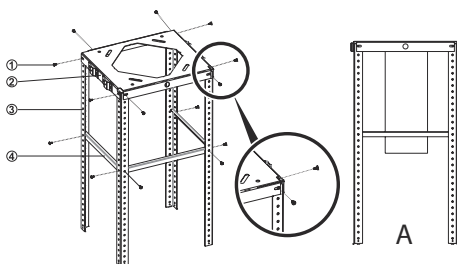

Fig. 11
1. ➤ Montera nu stängerna (3) på luftlans (2) genom att skruva fast dem 8 stk 3,5 x 9,5 skruvar (1). Notera hacket i stängerna ska passa luftlans(Fig. 11).
2. ➤ Stabiliseringsbeslaget ska monteras mellan stängerna (4) med 6 stk 3,5 x 9,5 skruvar (1)(Fig. 11).
3. ➤ Anslut nu ventilationskanalen till fläktens fläktrör (Fig. 11/A).